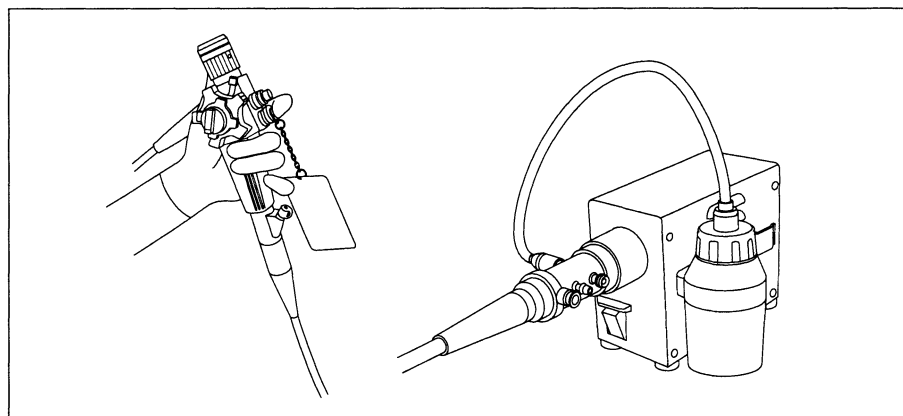

Рис. 4.1
2. Нажмите кнопку на адаптере для чистки канала подачи воздуха и воды и удерживайте ее нажатой примерно 10 секунд, чтобы обработать канал 70-процентным этиловым или изопропиловым спиртом. (См. рис. 4.1.)